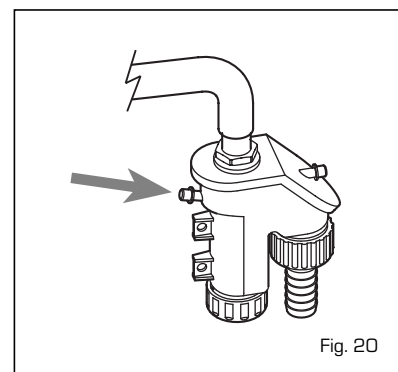

Fig. 20
4.5 MANUTENZIONE (fig. 20)
sia pieno d'acqua (verifica necessaria soprattutto quando il generatore rimane inutilizzato per un lungo periodo). L'eventuale riempimento si effettua dall'apposito imbocco (fig. 20).